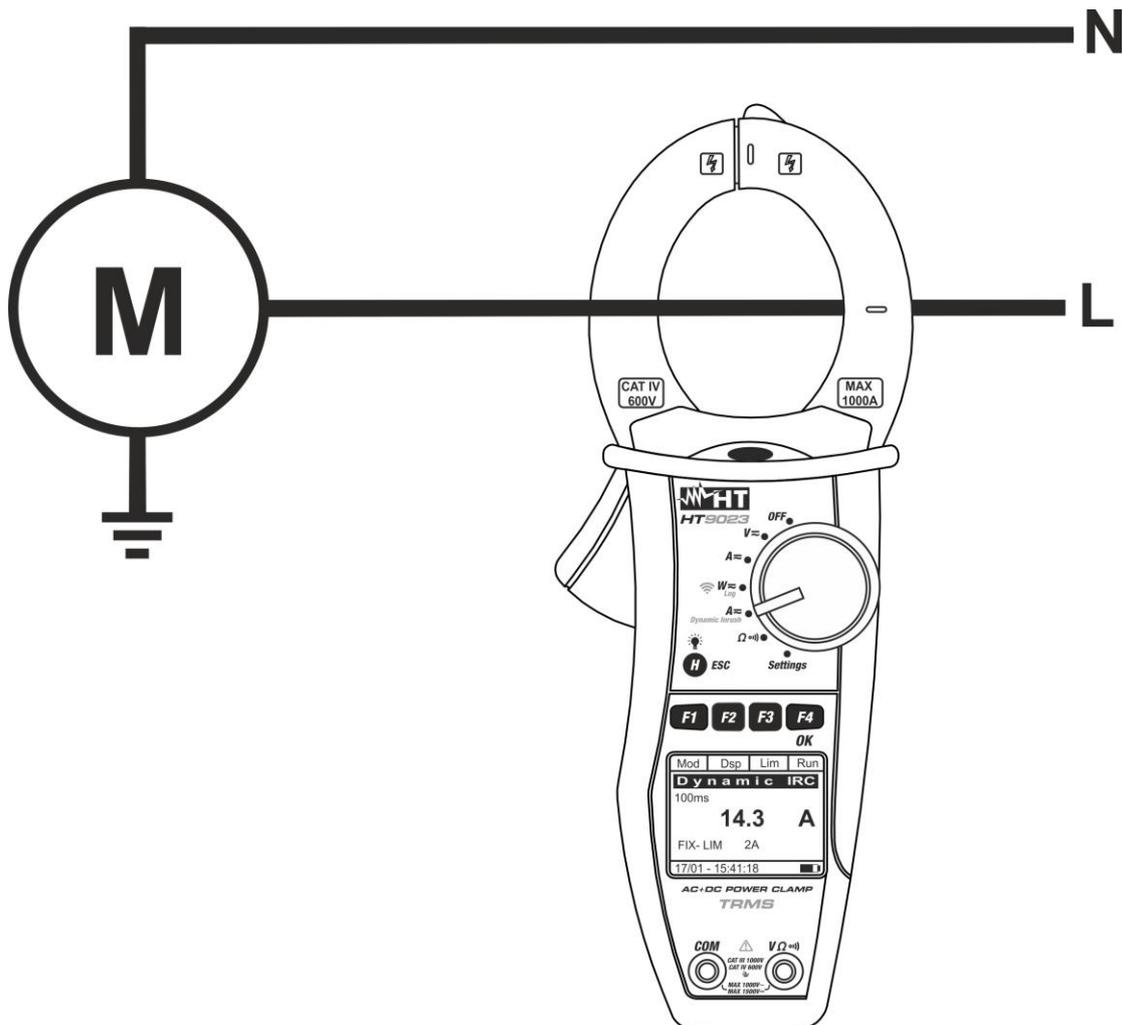

Fig. 11 : Mesure de Courant de démarrage (Dynamic Inrush)
7. Insérer le câble au centre des pinces afin d'obtenir des mesures précises (voir Fig. 11). Utilisez les marques en guise de référence (voir Fig. 2)